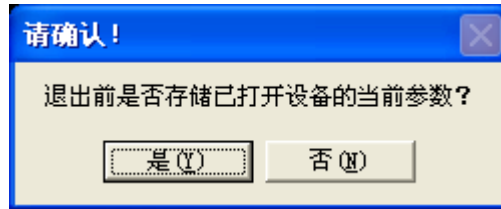

图 12
- (1) 对于 VGA 采集卡，可用我公司提供的工具软件“OK VGACap”实现准确的自动设置。具体步骤如下：
- i. 请关闭“OK DEMO”程序，会弹出如图 12 所示对话框，点击“是”。